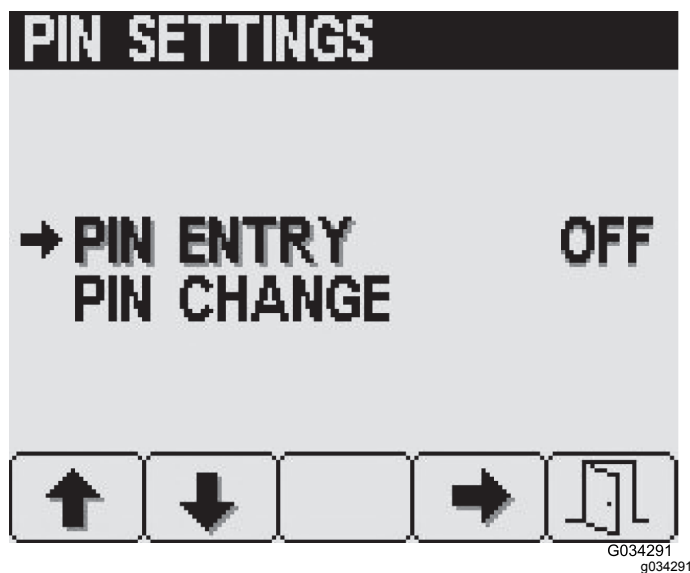

Bild 25
1. Drücken Sie Taste 1 oder 2, um die Option PIN ENTRY auszuwählen (Bild 25).
2. Drücken Sie die Taste 4, um die PIN-Anforderung auf ON oder OFF einzustellen (Bild 25).